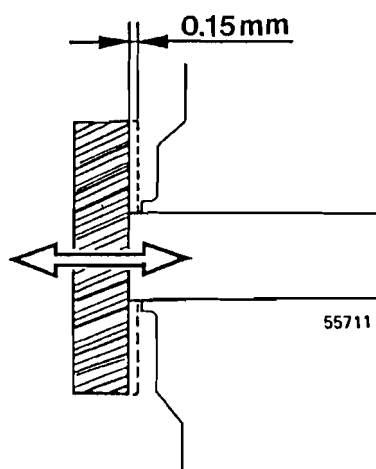

Fig. 172
- 18 El juego axial de todos los piñones intermedios no ha de ser superior a 0,15 mm, véase la fig. 172.